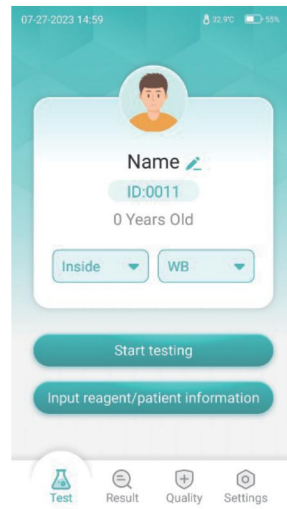

Figura 6.1
- 1) Premere e tenere premuto il pulsante di accensione per accendere l'analizzatore. Attendere il completamento dell'autotest del sistema e il **[Test] 2)** viene visualizzata l'interfaccia (Figura 6.1).